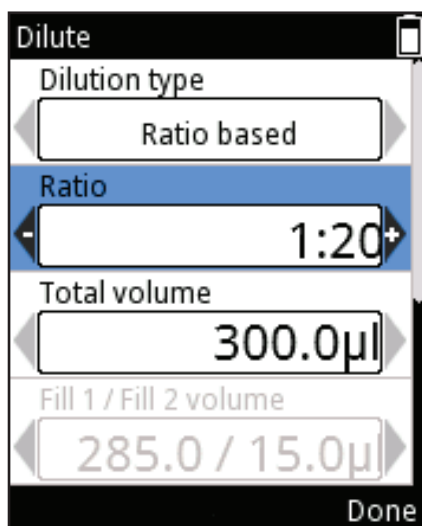

Figura D28.
1. Scorrere fino a **Ratio** (Rapporto) e modificare il valore usando ,  (Figura D28).